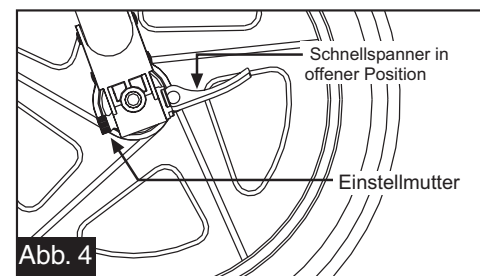
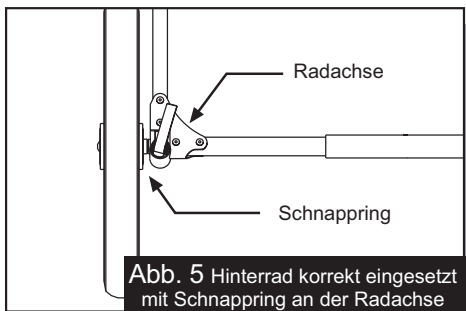
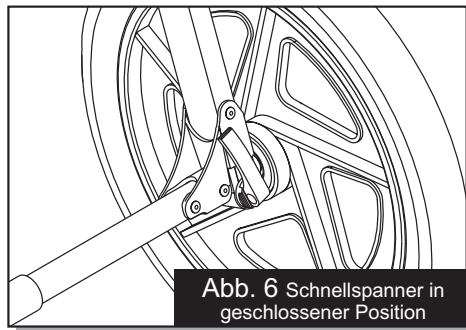

Abb. 4
Abb. 5 Hinterrad korrekt eingesetzt mit Schnapping an der Radachse
Abb. 6 Schnellspanner in geschlossener Position
- 4 Hinterrad:** Positionieren Sie den Hinterrad-Schnellauslöser Hebel in der offenen Position, wie in Abbildung 4 gezeigt. Führen Sie die Hinterradsachsel in die hintere Gabelöffnung ein. Falls die Achsel nicht einfach reinrutscht, lösen Sie die Schnellverschluss Einstellmutter von Hand (Abbildung 4). Führen Sie die Achsel in die Achselaufnahme ein bis der Schnapping an der Achsel mit der Achselaufnahme in Berührung kommt
(Abbildung 5). Schieben Sie den Schnellverschluss in die geschlossene Position (Abbildung 6). Das Wort "close" sollte gut sichtbar sein und der Schnellspannhebel sollte aufwärts und zum Sitz weisen. Wenn der Schnellspanner richtig eingestellt ist, sollte deutlicher Widerstand spürbar sein, um ihn zu schließen (9-11.9 Nm). Falls Sie diesen Widerstand nicht spüren (zu lose oder zu fest), stellen Sie den Schnellspannhebel zurück in die offene Position (Abbildung 4) und stellen sie die Einstellmutter ein (im Uhrzeigersinn zum anziehen und gegen den Uhrzeigersinn zum lockern). Schieben Sie den Schnellspannhebel in die geschlossene Position (Abbildung 6). Achtung: Befolgen Sie diese Anweisungen genau. Wenn Sie unsicher sind, fragen Sie Ihren Händler oder BOB.